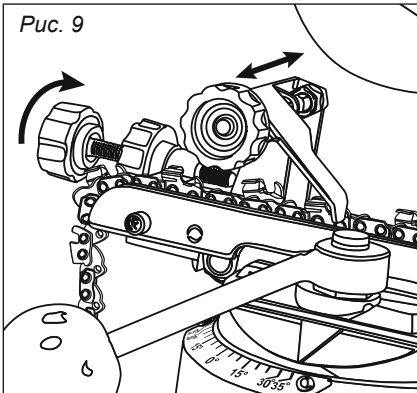

Рис. 9
7.4. Регулировка длины звена (рис. 9)